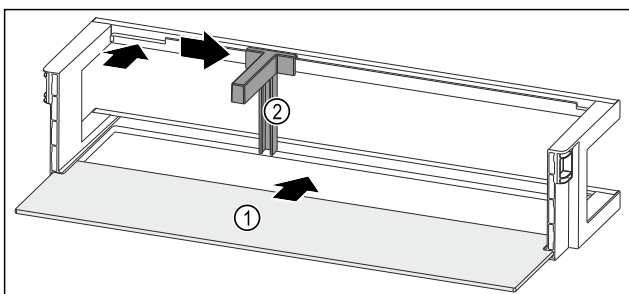

Fig. 166 Deurrek met draagplateau
- ▶ Draagplateau Fig. 166 (1) in de zijdelingse uitsparingen schuiven.
- ▶ Flessenhouder Fig. 166 (2) in de uitsparing plaatsen.
- ▶ Flessenhouder Fig. 166 (2) in de gewenste positie opzij schuiven.